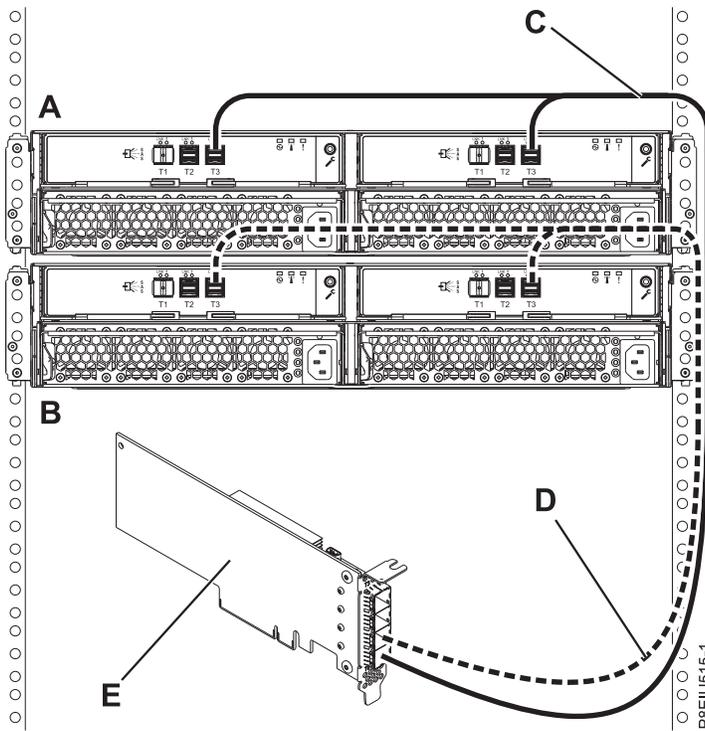

Figura 15. Conexión en la modalidad 1 de dos alojamientos de almacenamiento ESLL y ESLS mediante cables YO12 a un adaptador SAS único FC EJ0J o FC EJ0M
- Lleve a cabo una conexión en la modalidad 1 de dos alojamientos (A y B) mediante cables YO12 (C y D) a un adaptador único SAS FC EJ0J o FC EJ0M (E), tal como se muestra en la Figura 15 en la página 18 y, a continuación, continúe con “Conexión de los cables, cables de alimentación e instalación de cubiertas” en la página 24.